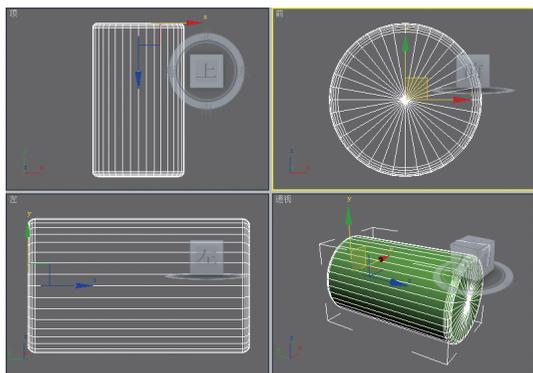

图9-93 创建切角圆柱体
**01** 新建一个场景，利用【切角圆柱体】工具在视图中创建一个圆柱体，将其命名为“转轮”，如图9-93所示。